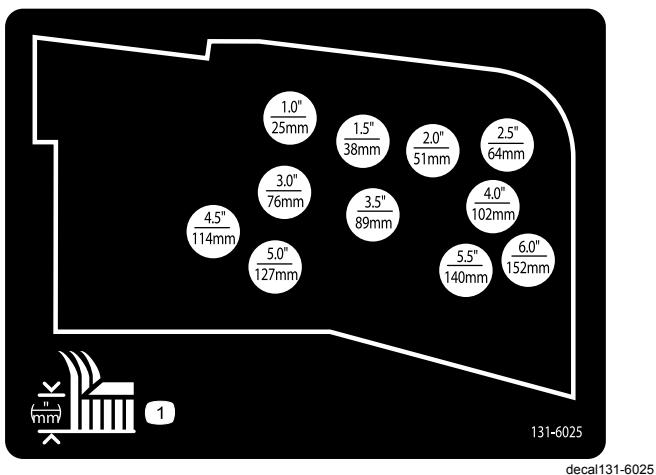

Figure 19
- 10. Montez les chaînes de hauteur de coupe dans le trou correspondant à la hauteur de coupe voulue à l'aide de l'axe de chape et de la goupille fendue \(Figure 19\).